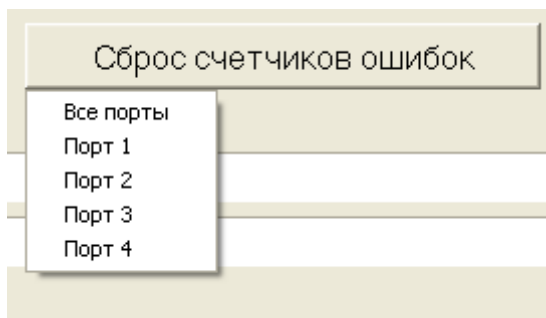

Рисунок 7
5.4.7 При нажатии на кнопку “Сброс счетчиков ошибок” появляется всплывающее меню выбора порта DSL, либо всех портов (см. рисунок 7).